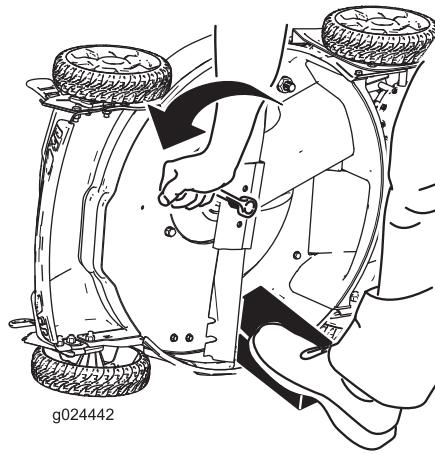

Figura 22
- Retire la cuchilla, conservando todos los herrajes de montaje (Figura 22).
- Utilice un bloque de madera para inmovilizar la cuchilla (Figura 22).